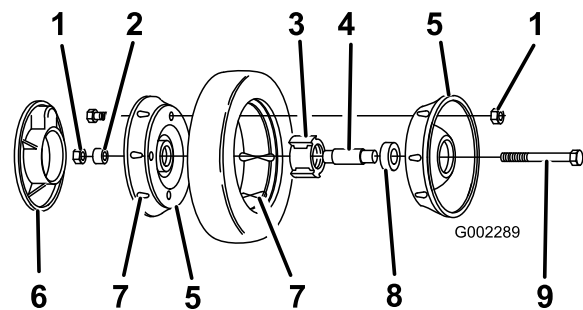

Figura 32
3. Retire el perno, el suplemento de la rueda y la contratuerca que monta la rueda al brazo de pivote (Figura 32).
4. Separe las mitades de la rueda del neumático retirando los 4 pernos y las 4 contratuercas (Figura 32).
Nota: Si retira los cojinetes del conjunto de cojinete/buje, retírelos apretando sobre el suplemento del cojinete (Figura 32).
1. Coloque el neumático en una mitad de rueda, alineando las orejetas en cada pieza (Figura 32).
patas del buje están posicionadas sobre la brida del hueco (Figura 32).
3. Coloque la otra mitad de la rueda sobre el conjunto cojinete/buje, alineando las orejetas de la rueda y del neumático y los taladros de montaje (Figura 32)
4. Usando 2 tornillos o pernos de rosca completa (1/4-20 x 1,50 pulg.) y tuercas no de freno, conecte sin apretar las dos mitades de la rueda. Monte los tornillos o pernos en taladros opuestos (Figura 32).
5. Compruebe la alineación de todas las piezas y apriete los pernos, alternando de uno a otro para que el encaje sea uniforme, hasta que las mitades de la rueda estén juntas (Figura 32).
6. Instale los 2 pernos y 2 contratuercas que retiró anteriormente en los taladros restantes de las mitades de la rueda, y apriételos. Retire los dos tornillos o pernos largos y sustitúyalos por 2 pernos y 2 contratuercas (Figura 32).
7. Instale la rueda en el brazo de pivote con los pernos, un suplemento y una contratuerca. Asegúrese de que el suplemento está colocado entre el buje de la rueda y el brazo de pivote (Figura 32).